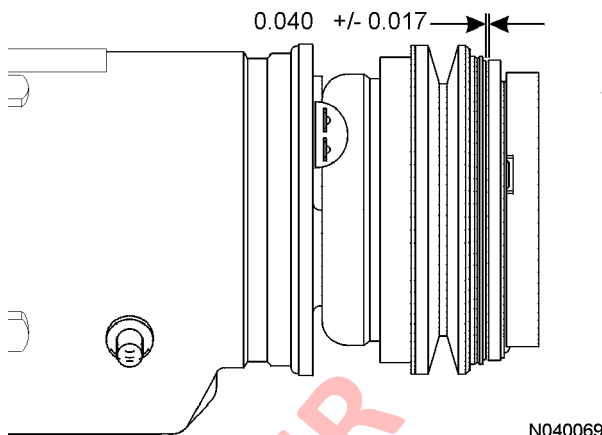

FIGURA 4-26. ESPACIO DEL EMBRAGUE
4. Presione el embrague hacia el compresor con el instalador de la placa impulsora (1). Continúe presionando la placa del embrague hasta que quede un espacio de 2 mm (0,08 in) entre la superficie de fricción del embrague y la de la polea. Consulte el punto Figura 4-26.